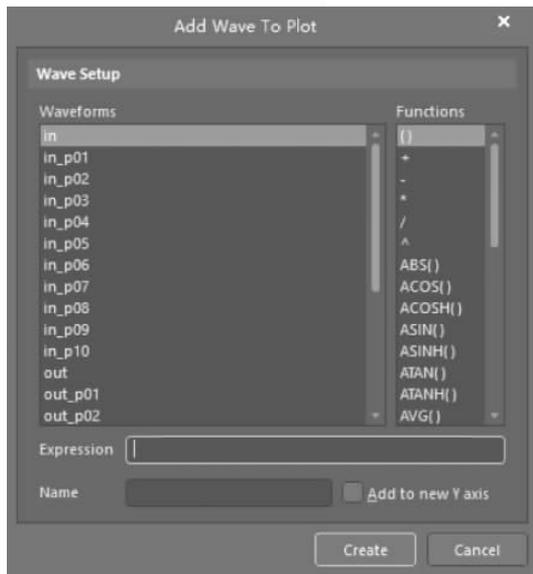

图 3-47 添加波形界面
- (1) 运行 Spice 仿真后,弹出消息对话框,关闭该对话框。
- (2) 自动打开 PCB_Project1. sdf 文件。在该文件下有两个标签。其中一个是在 Operating Point,另一个是 Transient Analysis。单击 Transient Analysis 标签。
- (3) 如果没有波形出现,则在该文件的图形界面内单击鼠标右键,出现快捷菜单,选择 Add Wave To Plot。
- (4) 出现图 3-47 所示的选择添加波形对话框。依次选择 in、out、out_p01、out_p02、out_p03、out_p04、out_p05、out_p06、out_p07、out_p08、out_p09、out_p10,并依次单击 Create 按钮,直到将所有波形添加到波形图界面中。